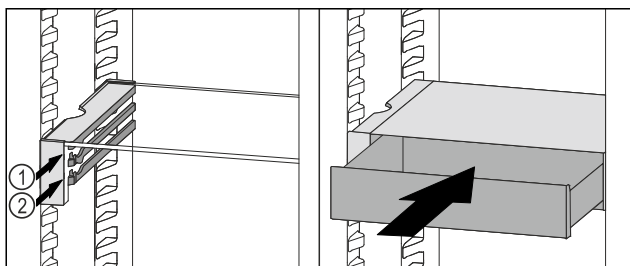

Fig. 121
- ▶ Установите выдвижной ящик VarioSafe за стопоры на требуемый выступ Fig. 121 (1) или Fig. 121 (2).